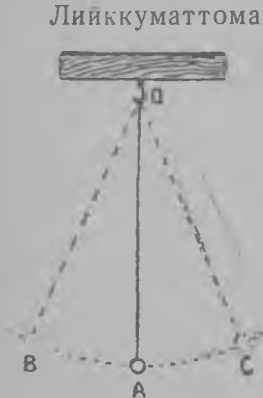

Рис. 232.
1. Маятникан колебания. Если нийтис риппуя югиэ шаране сийрдиэ равновесия положения OA (рис. 232) положения OB и пиастий, то се рублиэу колебайччемахес тӕх и тойзех пуолех OA положениях нӕх. Ега тизлуа, кудама оман визсан влиянияс луадиу колебаният равновесиян полежениях нӕх, санотех маятникакси.
Сууринда дугуа, кудаман маятника сийрдуу равновесия положенияс (рис. 232 AB или AC), санотех амплитудакси. Айгуа, кудаман мӕннес шаране сийрдуу B -с C -х и яриллех B -х, санотех колебаниян периодакси. Колебаниэлойн числуа, кудама т азуу маятника 1 сек., санотех колебаниян частотакси.
Маятникка, куда ман питкевус он 1 м, имейччóу колебаниян периодан почти 2 сек. Пуолен колебанияс (матка $B-C$ или яриллех рис. 232) маятникка луадиу почти 1 сек.